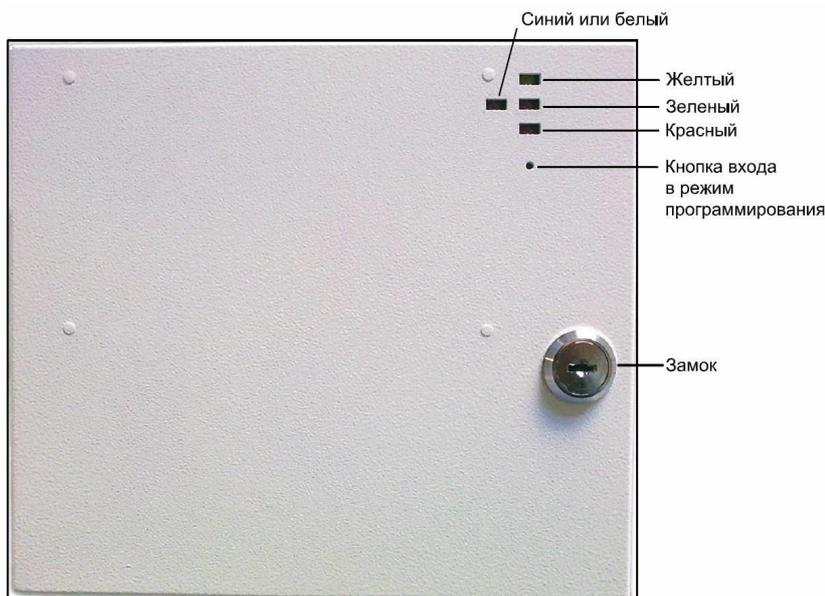

Рисунок 1. Лицевая сторона БУ.
Для входа в режим программирования необходимо нажать тонким предметом (например, скрепкой) кнопку входа в режим программирования (см. рисунок 1). При входе в режим программирования загорается красный светодиод. Автоматический выход из режима программирования происходит автоматически через 30 секунд после программирования последнего радиобрелока или немедленно после программирования максимального количества ключей. Если в режиме программирования не было запрограммировано ни одного брелока, то информация о ранее запрограммированных брелоках сохраняется.
1. Нажать кнопку входа в режим программирования на лицевой панели БУ (рис. 1), загорится красный светодиод.